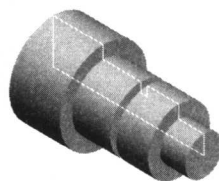

图1-7 “制陶转盘”法
**2. “制陶转盘”法** 制陶转盘法以一个简单的旋转特征创建零件, 如图1-7所示。一个单个草图表示一个切面, 它包括作为一个特征内完成该零件所必须的所有信息及尺寸。虽然这个方法看起来很有效, 但大量的信息包含在单个特征中, 就限制了其灵活性而且修改时很麻烦。